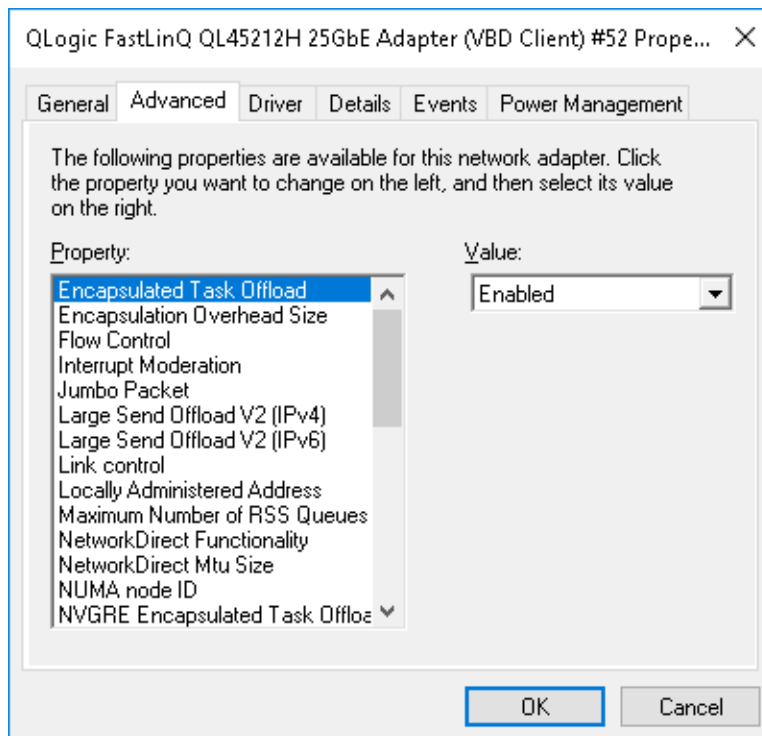

Abbildung 3-9. Einstellen erweiterter Adaptereigenschaften
3. Wählen Sie auf der Seite „Advanced“ (Erweitert) (Abbildung 3-9) unter **Property** (Eigenschaft) ein Element aus und ändern Sie dann den **Wert** für dieses Element nach Bedarf.